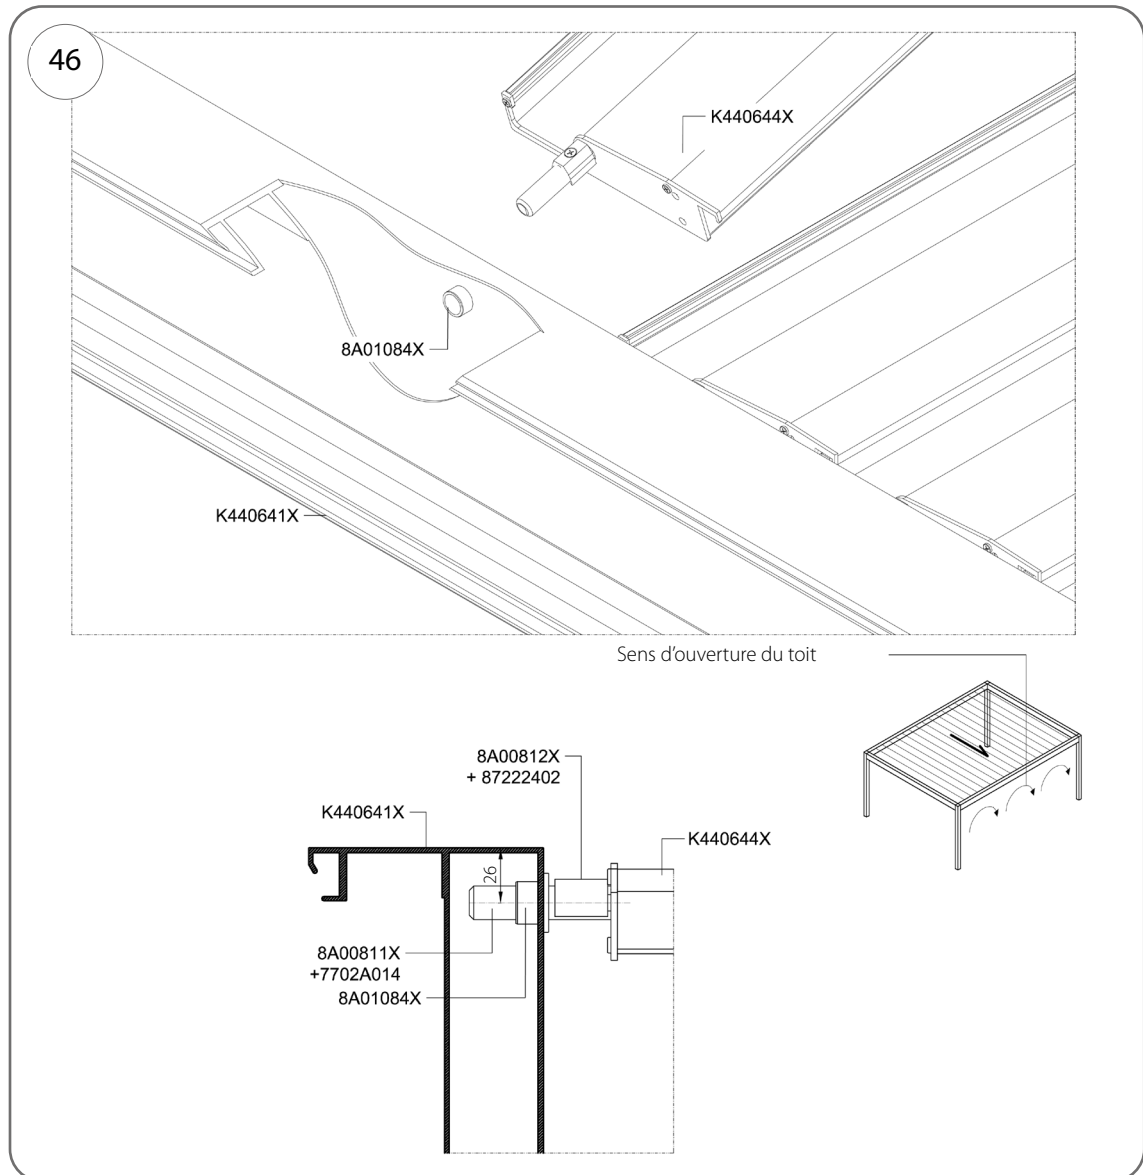

Fig. 46
1. Insérer l'axe de lame sous un angle dans la douille 8A01084X (Fig. 46).